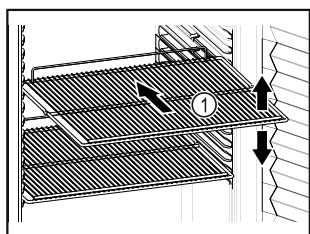

Fig. 20 Representación a modo de ejemplo
- ❑ Si los estantes de rejilla Fig. 20 (1) se pueden colocar en distintas posiciones, ajustarlos en altura.